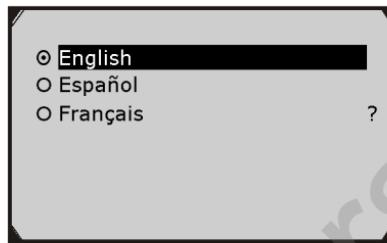

Рис. 3.4
- 2) Воспользоваться кнопками прокрутки UP/DOWN, чтобы выбрать требуемый язык и нажать кнопку OK для сохранения сделанного выбора и возврата к предыдущему экранному меню. В настоящий момент предлагается на выбор три языка (рис. 3.4): английский, испанский и французский.